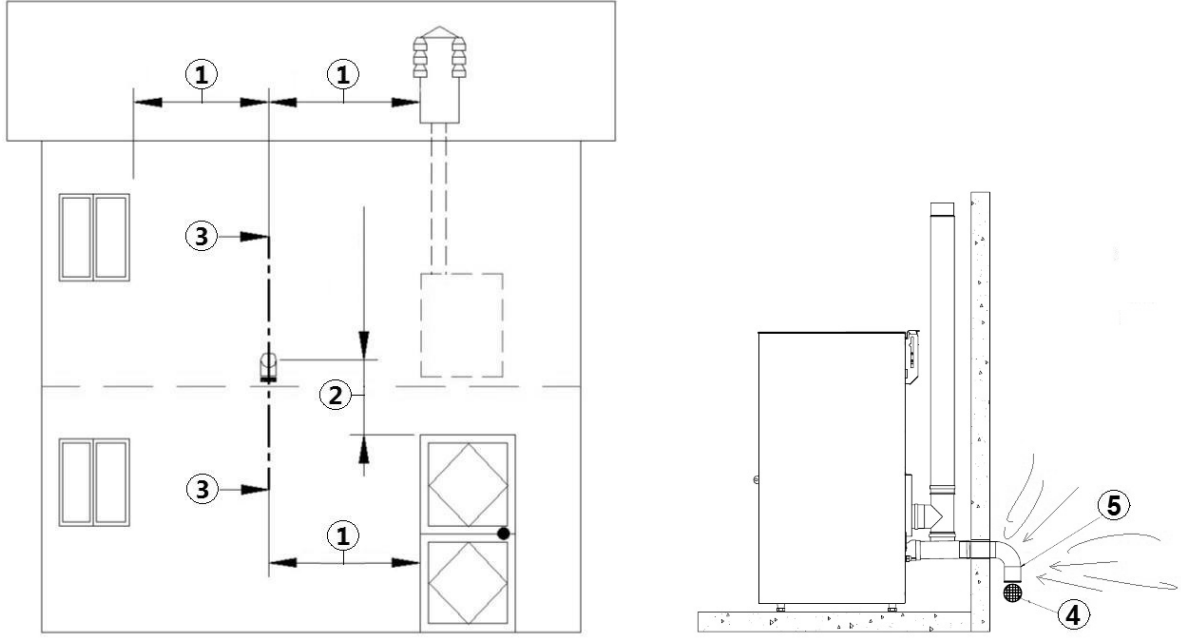

Fig. 10 - Hermetik kazanlı kurulum için hava girişi
AÇIKLAMA	Fig. 10
- Dış duvar üzerine, yakma hava akışını rüzgar etkilerinden korumak için 90° bir eğri takmak gerekir: eğrinin ağzını aşağı doğru yöneltin, bkz. Fig. 10.